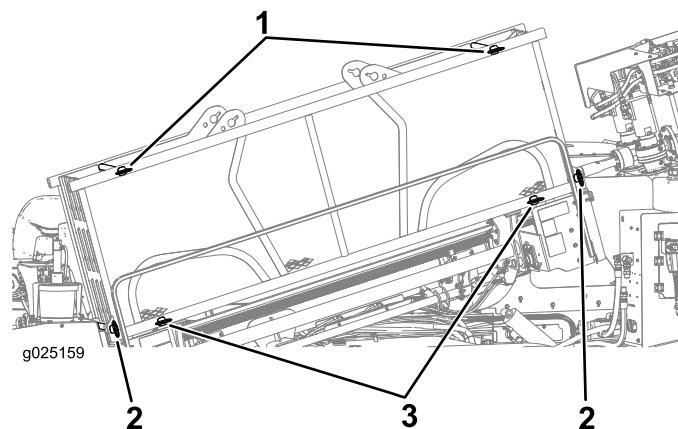

Рисунок 67
2. Убедитесь в том, что верхние передний и задний и нижние передний и задний штифты держателя труб установлены на своих местах (Рисунок 67).